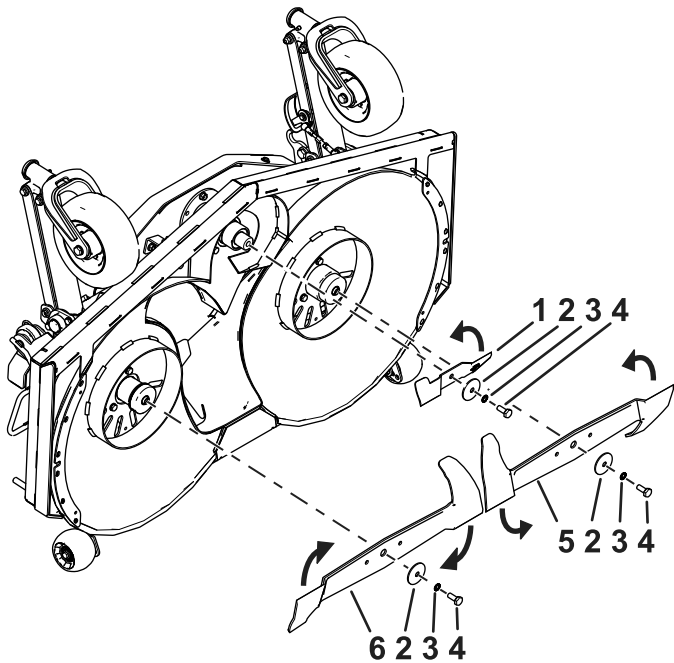
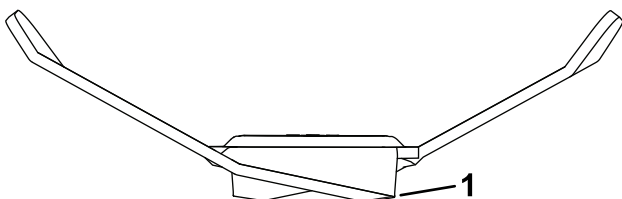

Figura 88
Figura 89
2. Ispezionare i taglienti (Figura 88 e Figura 89).
2. Togliete il bullone della lama, la rondella di bloccaggio elastica, la rondella curva e la lama dall'albero del mandrino (Figura 88).
1. Utilizzate una lima o uno strumento di affilatura per affilare il tagliente su entrambe le estremità della lama (Figura 89).
Nota: Per ruotare e montare correttamente la lama, fate riferimento a Figura 88.
2. Installate la lama utilizzando il bullone della lama, la rondella di bloccaggio elastica e la rondella curva rimossi precedentemente (Figura 88).